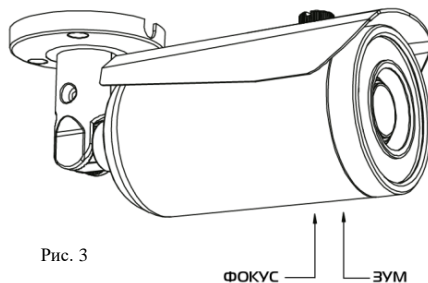

Рис. 3
2. Настройка угла обзора и резкости производится без разбора корпуса камеры. Винты регулировки расположены в нижней части камеры под объективом (см. рис. 3), обратите внимание на маркеры: винт настройки угла обзора обозначен буквой «Z», винт настройки фокусировки – «F». Для регулировки используйте отвертку, поворачивая винты по часовой или против часовой стрелки.